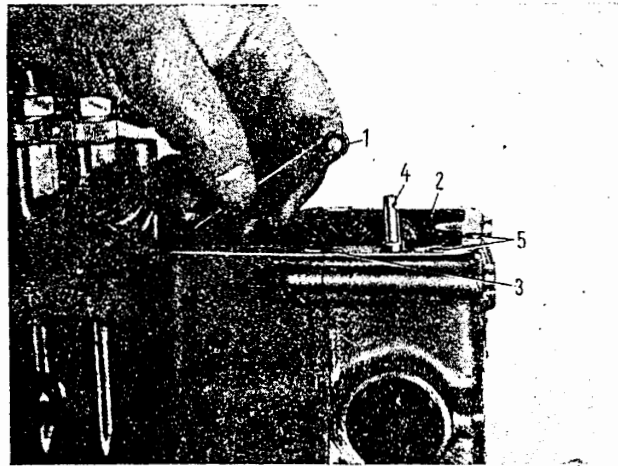

Bild M 138. Aushängen der Stoßstange auf der Reglerseite
1. Das Aushängen der Stoßstange kann auf der Reglerseite erfolgen, hierzu ist Splint und Bolzen zu entfernen, dabei auf Ausgleichscheiben achten (Bild M 138).